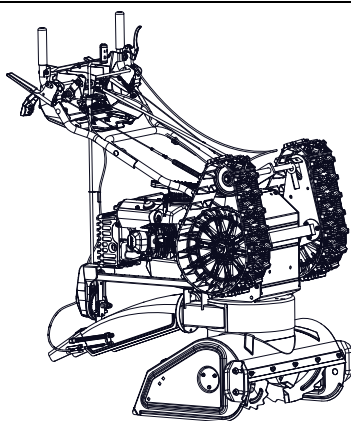

Bild 12
Se Bild 12.
1. Placera enheten i serviceläge (se bild 12).